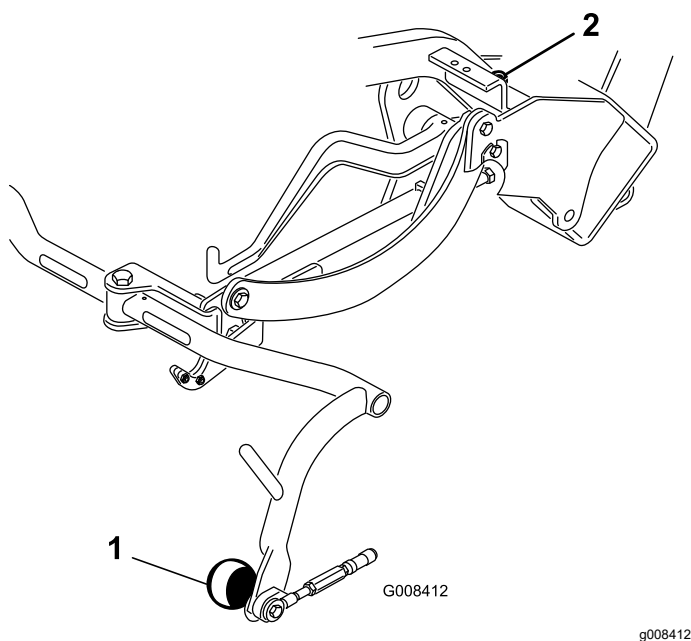

Figura 6
4. Dacă trebuie să reglați distanța, slăbiți contrapiulița de pe urubul de limitare a cadrului de susinere (Figura 6) și rotiți urubul în sus sau în jos pentru a ridica sau coborîți cadrul de susinere. Strângeți contrapiulița pentru a fixa reglajul.